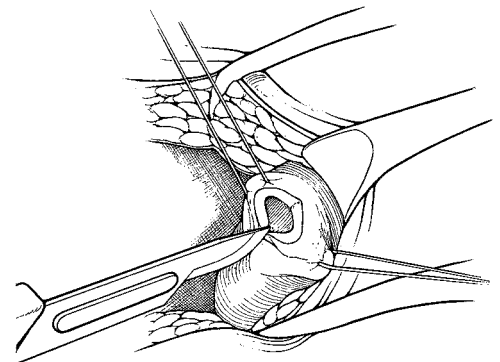

Figure 4-4. Réalisation d'une corporectomie
6. Effectuez une incision dans l'un des corps caverneux (Figure 4-4).